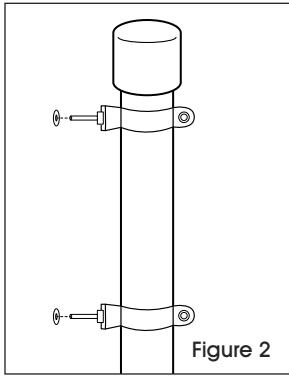

Figure 2
- Placez les deux supports sur le montant en PVC à l'endroit souhaité pour l'installation de l'enseigne. Serrez complètement les supports à l'aide d'une clé de 7/16 po et d'un tournevis. Glissez une rondelle sur chacun des deux boulons saillant des supports. (Voir Figure 2)